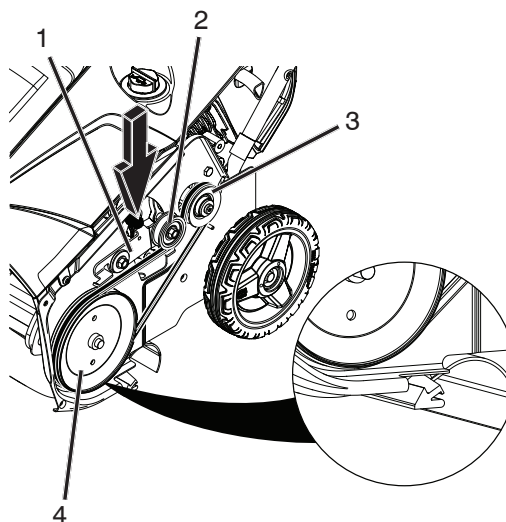

Figure 35
4. Poser la nouvelle courroie trapézoïdale de la tarière et la poulie d'entraînement, acheminer la courroie comme indiqué dans la Figure 35.
REMARQUE: Acheminer la nouvelle courroie trapézoïdale en premier autour de la poulie du moteur, puis de la poulie tendeur et enfin autour de la poulie d'entraînement en appuyant sur l'avant du bras de renvoi. (Figure 35).